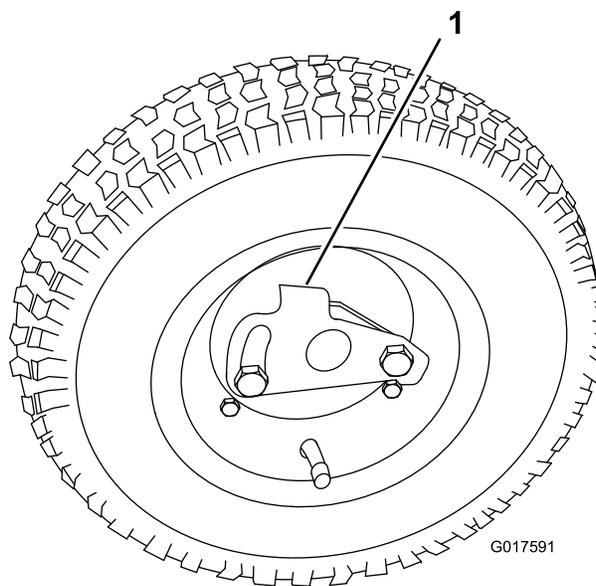

Рисунок 12
2. Отожмите стопор к центру колеса и наденьте колесо на шестигранный вал (Рисунок 12).